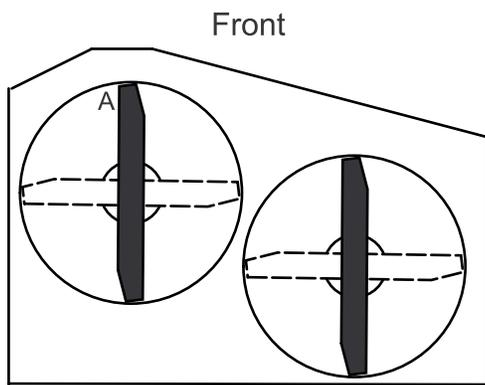

Figura 59
**Nota:** Mida en la posición A desde una superficie nivelada hasta el filo de corte de los extremos de la cuchilla (Figura 59).